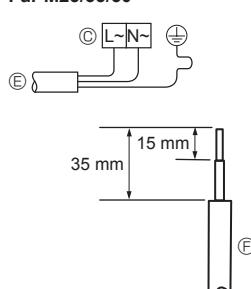
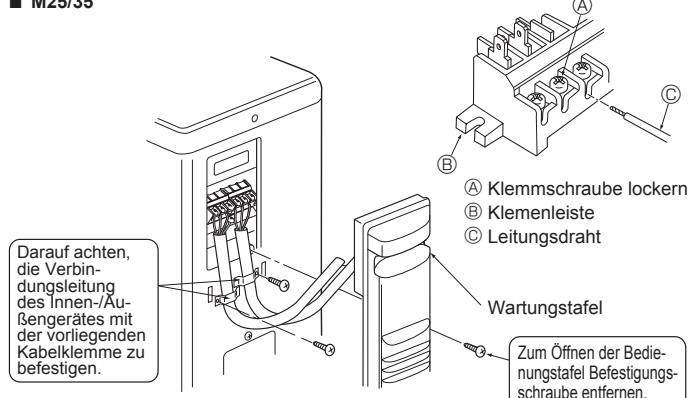
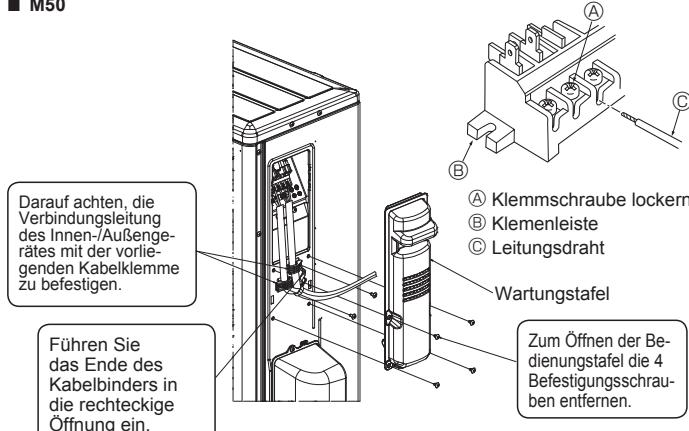
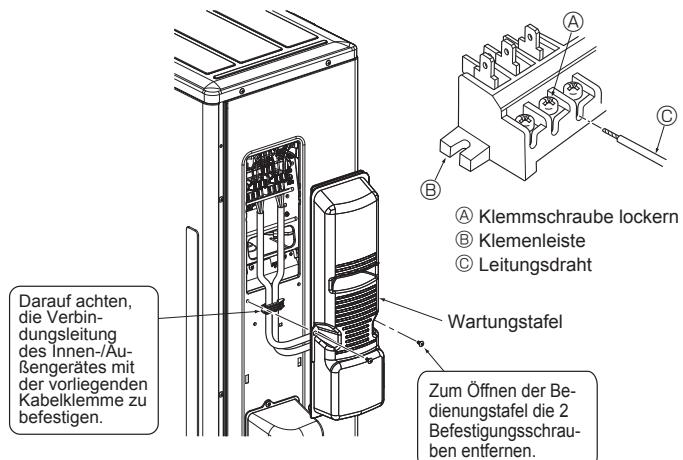

Fig. 6-2
Fig. 6-3
Fig. 6-4
Fig. 6-5
6.1. Außeneinheit (Fig. 6-1, Fig. 6-2, Fig. 6-3, Fig. 6-4, Fig. 6-5)
- ① Die Wartungstafel entfernen.
- Verdrahtung wie in der Abbildung links unten dargestellt vornehmen. (Kabel ist vor Ort zu beschaffen) (Fig. 6-2)